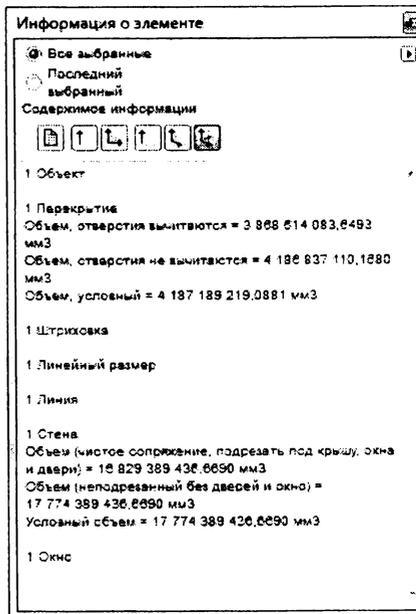

Рисунок 86
7. Нажата шестая кнопка – для конструктивных элементов выводятся объемы поверхностей с учетом и без учета подрезок, проемов и отверстий (рис. 86).